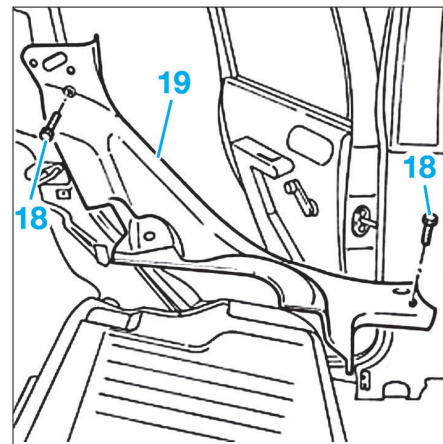

FIG. 106
• Déposer les vis (18), puis extraire l'élément (19) (Fig.106).